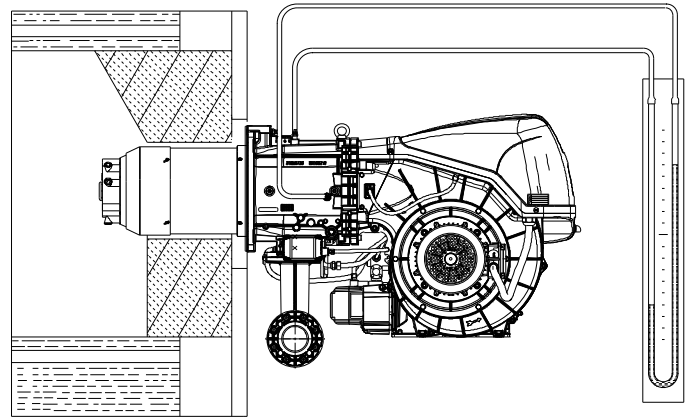

Fig. 31
- Montar un manómetro en U o un manómetro de tipo diferencial (Fig. 31), con toma (+) en la presión del gas del manguito y (-) en la cámara de combustión. Se utiliza para obtener aproximadamente la potencia MÁX del quemador mediante la Tab. O.
La llegada de gas al manguito puede observarse en el manómetro en U (Fig. 31).